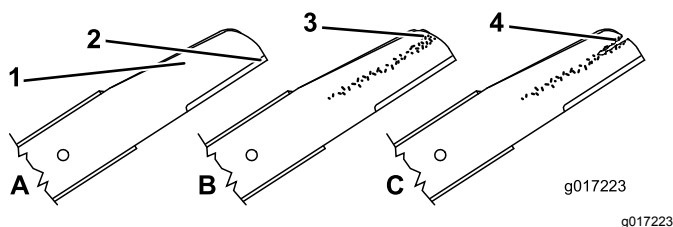

Figura 41
1. Controllate i taglienti (Figura 41). Se i taglienti non sono affilati o presentano intaccature, togliete le lame ed affilatele o sostituitele.
2. Controllate le lame stesse, in particolare l'area curva (Figura 41). In caso di danni, usura o scanalature nell'area, sostituite immediatamente con una nuova lama.